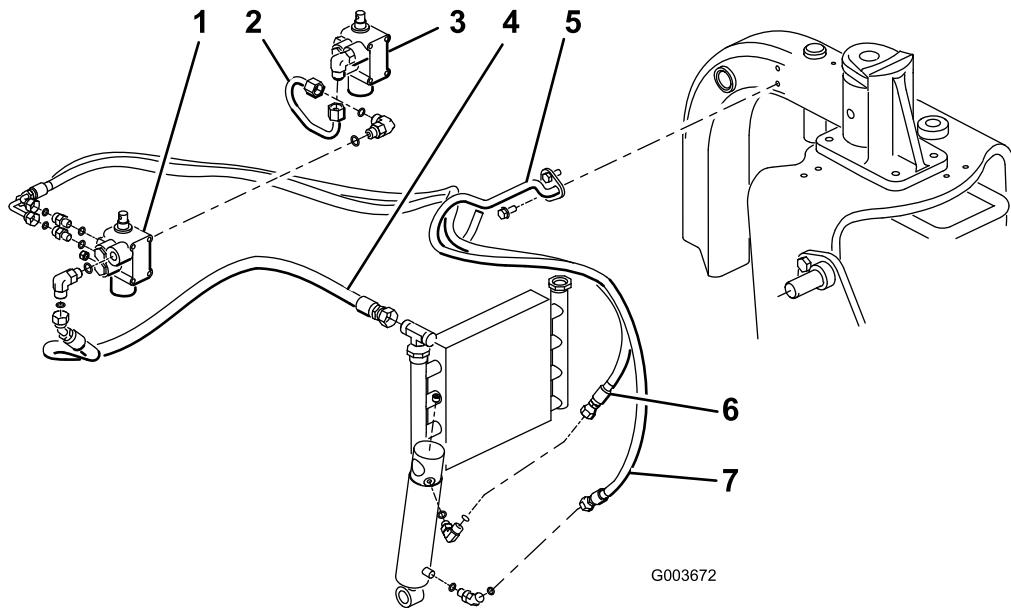

Bild 14
Hinweis: Um den Ölverlust beim Abnehmen des Hydraulikschlauches zu verringern, sollten Sie den Ersatzschlauch griffbereit haben, Sie können das Anschlussstück am Kühler auch mit einer der Versandschutzkappen verschließen, die Sie vom Schlauch abgenommen haben, Bestellnummer 108-8447 (Bild 14).
- Schließen Sie den Schlauch, Bestellnummer 108-8447, an das 90-Grad-Anschlussstück an der linken Seite des neuen Ventils und das freie Anschlussstück am bestehenden Hubventil an (Bild 14).
- Schließen Sie das 45-Grad-Anschlussstück am Hydraulikschlauch, Bestellnummer 108-8449, an das 90-Grad-Anschlussstück an der rechten Seite des Ventils und an das gerade Ende des Schlauches zum freien Ölkühleranschlussstück an (Bild 14). Angaben zur Schlauchverlegung finden Sie unter Bild 15 und Bild 16.
- Befestigen Sie den Drahtschlauchhalter mit zwei Gewindeschrauben am linken Rahmenrohr (5/16 x 3/4 Zoll) (Bild 14).
- Schließen Sie das kurze 90-Grad-Anschlussstück am Hydraulikschlauch, Bestellnummer 108-8453, am oberen, geraden Anschlussstück hinten am Ventil an. Verlegen Sie den Schlauch durch den Drahtschlauchhalter und schließen Sie das gerade Ende des Schlauches am oberen Anschlussstück am Hydraulikzylinder an (Bild 14). Angaben zur Schlauchverlegung finden Sie unter Bild 15 und Bild 16.
- Schließen Sie das lange 90-Grad-Anschlussstück am Hydraulikschlauch, Bestellnummer 108-8454, am unteren, geraden Anschlussstück hinten am Ventil an. Verlegen Sie den Schlauch durch den Drahtschlauchhalter und schließen Sie das gerade Ende des Schlauches am unteren Anschlussstück am Hydraulikzylinder an (Bild 14). Angaben zur Schlauchverlegung finden Sie unter Bild 15 und Bild 16. Stellen Sie sicher, dass der Schlauch nicht in der Nähe von scharfen, heißen oder sich bewegenden Bauteilen verlegt ist.